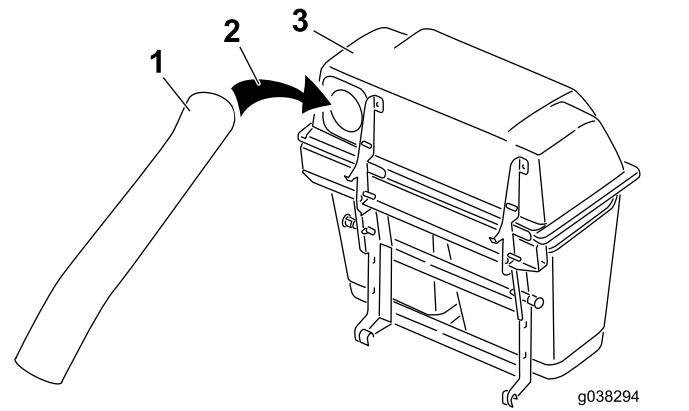

Figura 48
5. Instale el tubo superior en la abertura del ensacador y vuelva a retirarlo de manera que sobresalga la junta de la tolva (Figura 48).